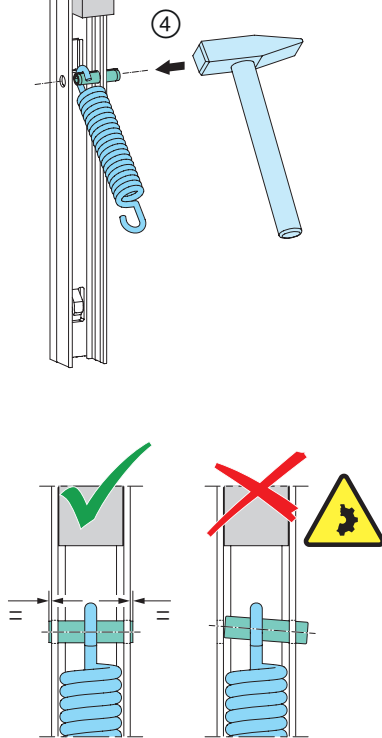
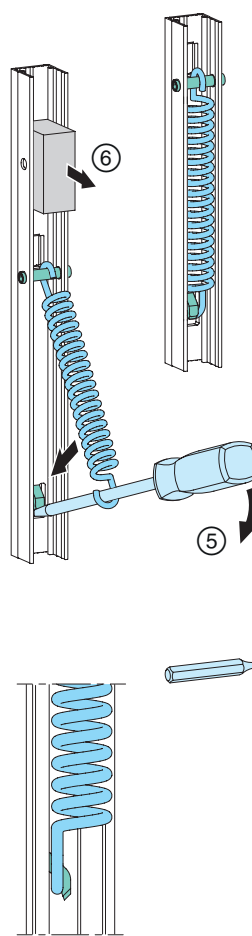

Abb. 18
Abb. 19
- ④ Schraubenzugfeder mit Spannstift an Getriebebestulp befestigen; **Abb. 18.**
- ⑤ mittels Schlitz-Schraubendreher über die Kopplungsnase der Riegelstange ziehen.
- ⑥ Distanzklotz entnehmen; **Abb. 19.**